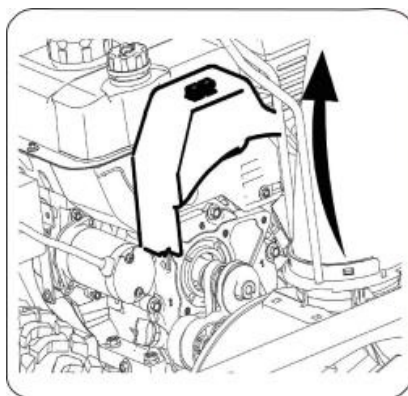

Рисунок 27
1. Снять кожух ремня на передней части двигателя, открутив два самореза (см. рис. 27).